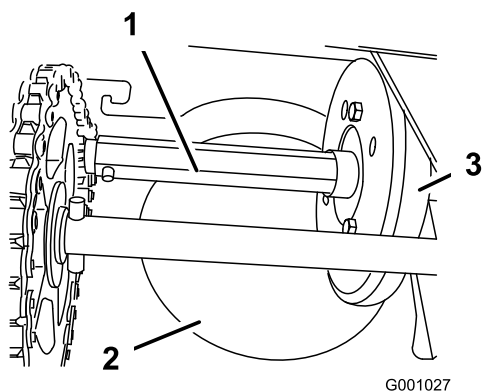

Рисунок 41
Раз в год наносите на шестигранный вал тонкий слой автомобильного двигателя масла (Рисунок 41).
**Внимание:** Не допускайте попадания масла на резиновое колесо и алюминиевый фрикционный диск привода для того, чтобы исключить проскальзывание привода тяги (Рисунок 41).